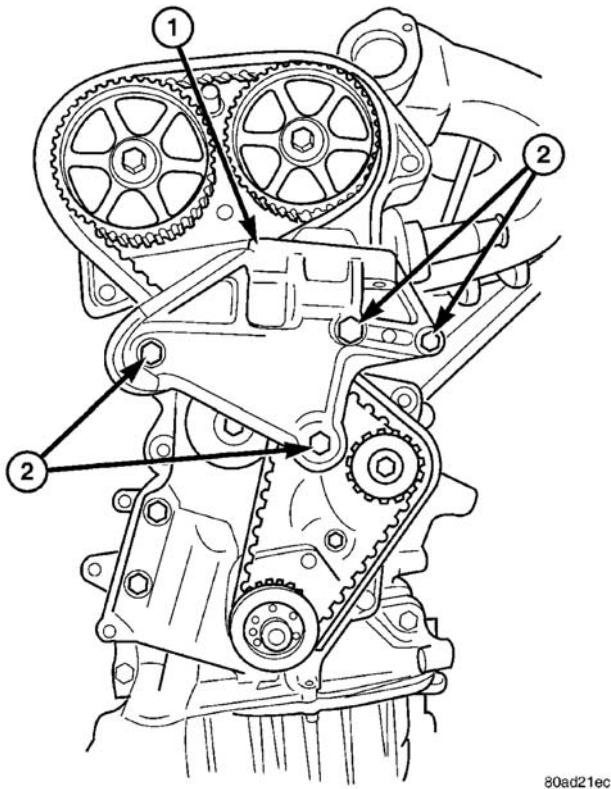

图 116 发动机支座支架
(7) 拆卸曲轴减震器。（参见 9-发动机/发动机体/减震器-拆卸）
(8) 卸下空调机/发电机皮带张紧器和皮带轮组件。（参见 7-冷却/附属装置传动/皮带张紧器-拆卸）
(9) 卸下正时皮带下前盖螺栓并卸下盖。（参见 9-发动机/气门正时/正时皮带/链条盖-拆卸）
(10) 降下车辆。
(11) 卸下装接正时皮带上前盖的螺栓和卸下盖。（参见 9-发动机/气门正时/正时皮带/链条盖-拆卸）
(12) 卸下右发动机座。（参见 9-发动机/发动机支座/右支座-拆卸）
(13) 卸下发动机支座托架（图 116）
- （7）将发动机支座支架安装至发动机（图 116）。